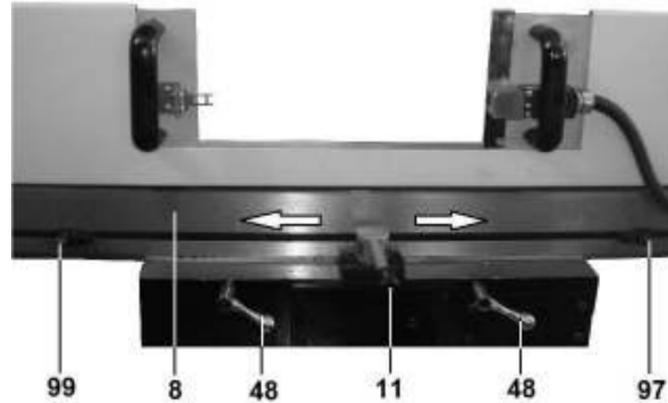
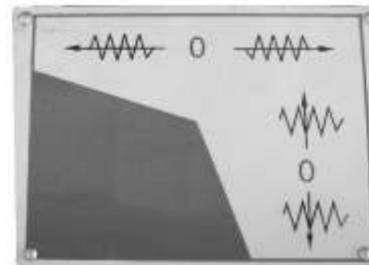
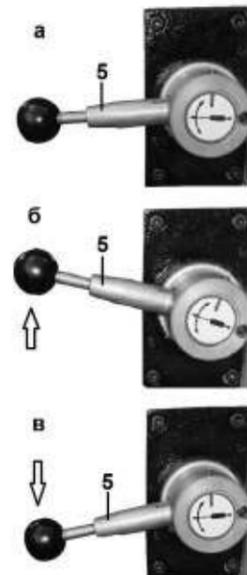

Рис. 30
Рис. 31
Рис. 33
10.4.1. Перед включением автоподачи, зажимными винтами (48) ослабьте фиксированное положение рабочего стола (8), установите ограничители автоматической подачи рабочего стола (97) в нужной позиции (Рис. 30).
10.4.2. Ручку автоматической подачи продольного перемещения рабочего стола (11) (Рис. 30) имеет 3 позиции: «влево», «стоп», «вправо» установите в необходимое направление по схеме (Рис. 31).
10.5. Включение автоподачи поперечного перемещения рабочего стола, Рис. 33
10.5.1. Перед включением автоподачи зажимными винтами (36) (Рис. 4) ослабьте фиксированное положение поперечного перемещения рабочего стола (8). Установите ручку подачи поперечного перемещения стола (5) согласно нижней части схемы (Рис. 31) и выберите нужное вам направление (Рис. 33); для этого оттяните на себя рычаг ручки (5). Установите необходимое положение (а - нейтральное, б - «вверх» (вперед), в - «вниз» (назад)). Установив положение, отпустите рычаг ручки (5).